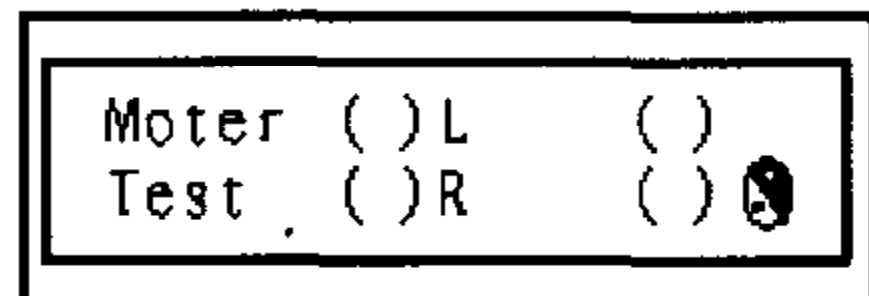

图 1.48 Moter Test 示意图
2. 现在我们来做最后一项检测，按一下“复位”键，机器人 LCD 显示屏出现的提示如图 1.48 所示。